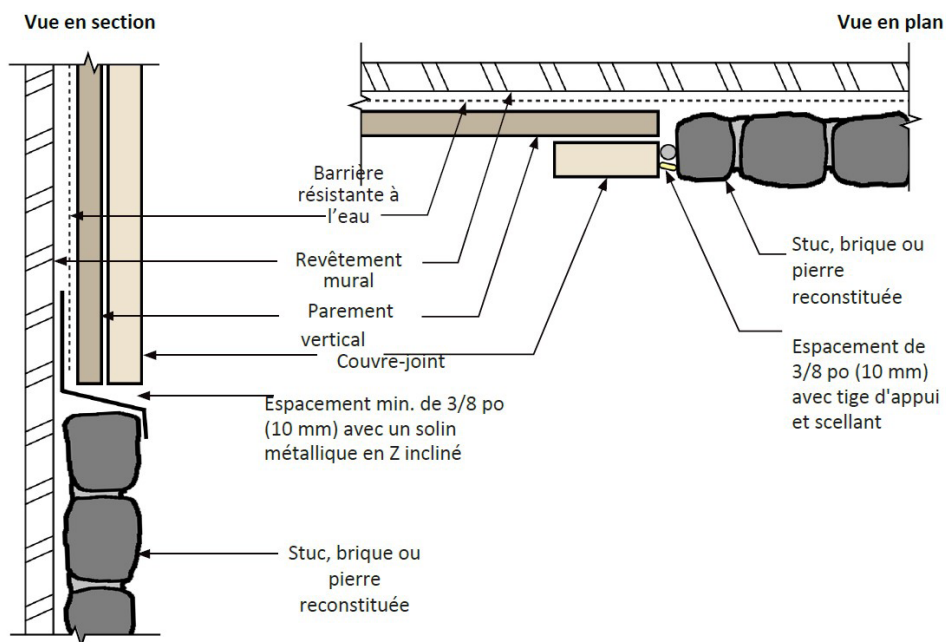

Figure 6
- Lors de l'utilisation du parement SmartSide avec d'autres produits de parement tels que le stuc, la brique ou les placages en pierre reconstituée, il est important d'utiliser une coupure de capillarité afin que l'humidité absorbée par ces placages ne soit pas transférée au parement. Séparez le parement SmartSide et les placages d'au moins 3/8 po (10 mm) pour les joints horizontaux ou verticaux; utilisez un scellant. Le fabricant du scellant pourrait exiger une tige d'appui. (*voir figure 6*)